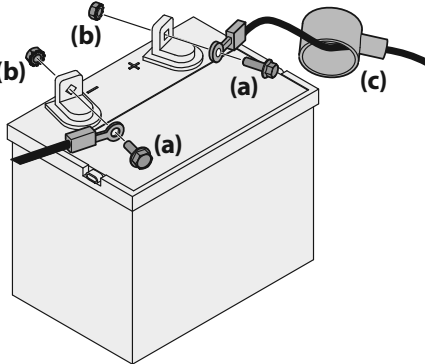

Figura 14
1. Retire la cubierta plástica, si está presente, del borne positivo de la batería. Conecte el cable rojo al borne positivo de la batería (+) utilizando el perno (a) y la tuerca hexagonal (b). Consulte la Figura 14.
2. Retire la cubierta plástica, si está presente, del borne negativo de la batería y conecte el cable negro al borne negativo de la batería (-) utilizando el perno (a) y la tuerca hexagonal (b). Consulte la Figura 14.
3. Coloque el capuchón de goma rojo (c) sobre el borne positivo (+) de la batería para protegerlo contra la corrosión. Consulte la Figura 14.